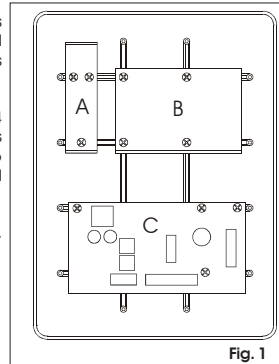

Fig. 1
**Instalación en el contenedor estanco:** Para fijar los diferentes componentes en el interior del contenedor estanco proceda del siguiente modo (véase fig. 1):